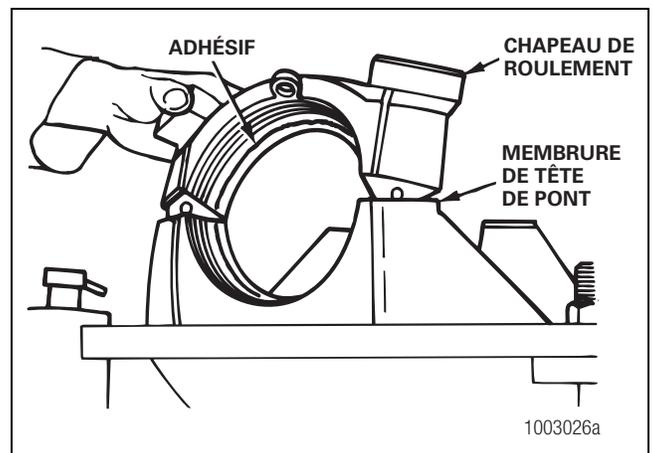

Figure 4.13
3. Appliquer un cordon continu d'adhésif dans les alésages de roulement de la tête de pont et sur les chapeaux de roulement. Appliquer l'adhésif uniquement autour de la circonférence des surfaces lisses et rectifiées. Ne pas appliquer l'adhésif sur les parties filetées. Figure 4.13.